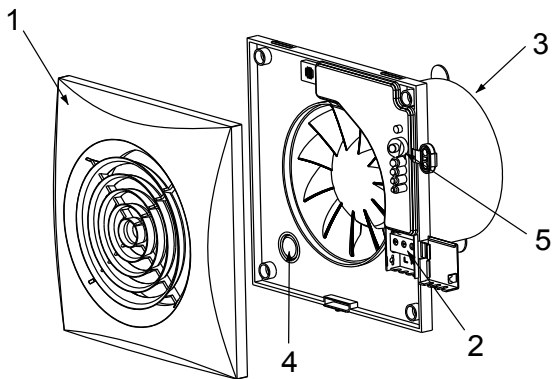

Fig.1b
5. Tecla de ajuste (SILENT-100 CHZ VISUAL - fig.1b).